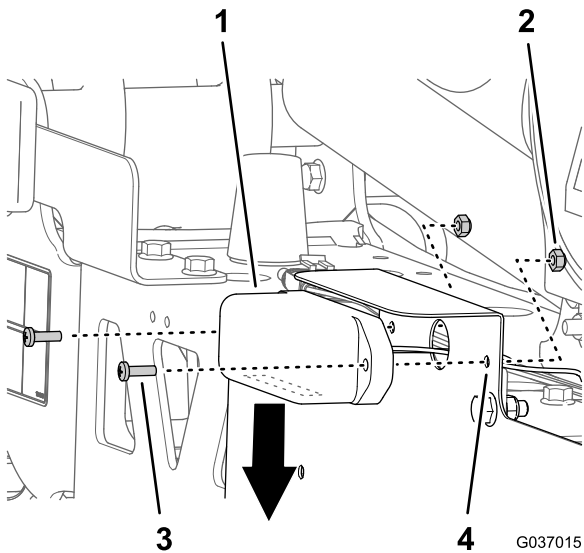

Figura 41
- Alinhe as luzes para baixo e os furos na luz com os furos no suporte da placa de matrícula (Figura 41).
- Monte a luz no suporte (Figura 41) com os dois parafusos (n.º 10- x 5/8 pol.) e duas porcas de bloqueio (n.º 10).